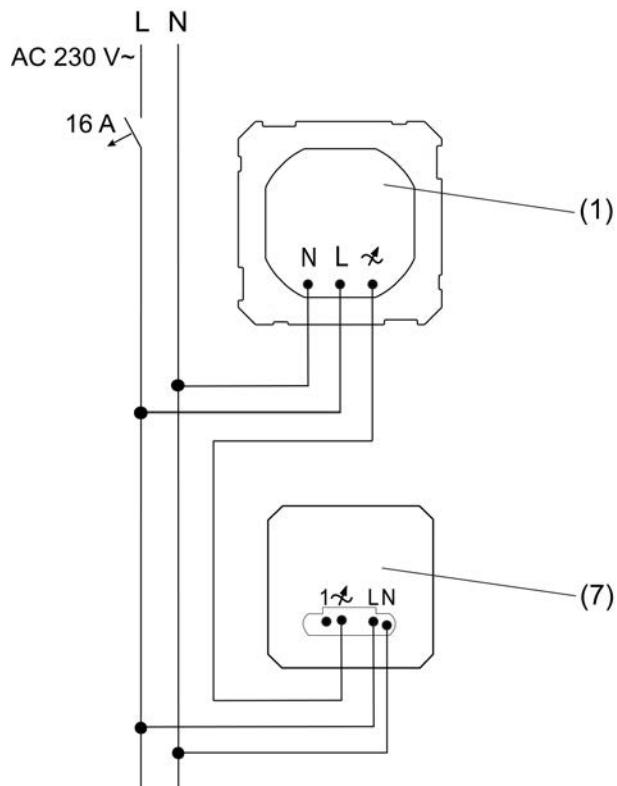
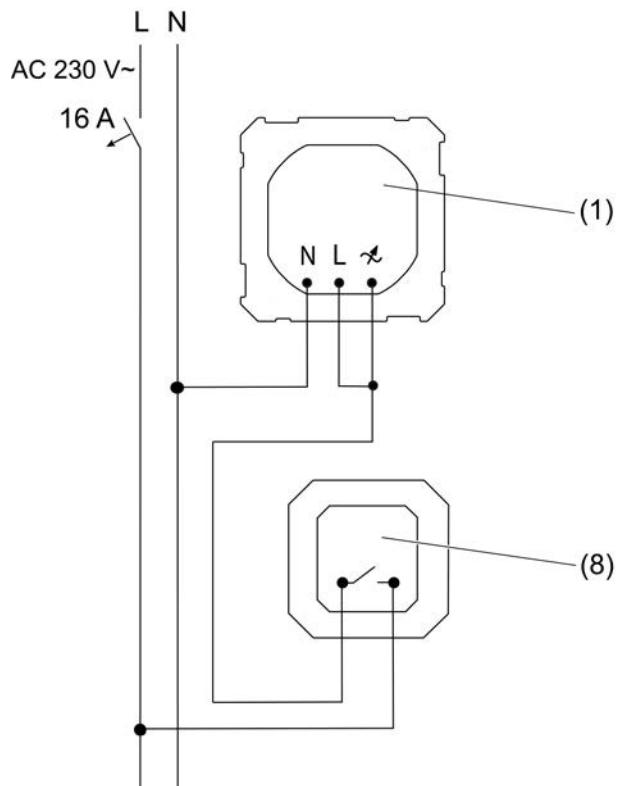

рисунок 3: Для осветительных насадок с регулированием яркости: схема подключения для трехпроводного светодиодного регулятора яркости (7)
рисунок 4: Для осветительных насадок без регулирования яркости: схема подключения для переключающей вставки (8)
- Светодиодный регулятор света с трехпроводным подключением (7) (рисунок 3)
-  Подключение вставки Plug & Light для скрытого монтажа розетки (1) для насадок с регулируемой яркостью выполняется согласно следующей схеме подключения:
- Переключающая вставка (8) (рисунок 4)